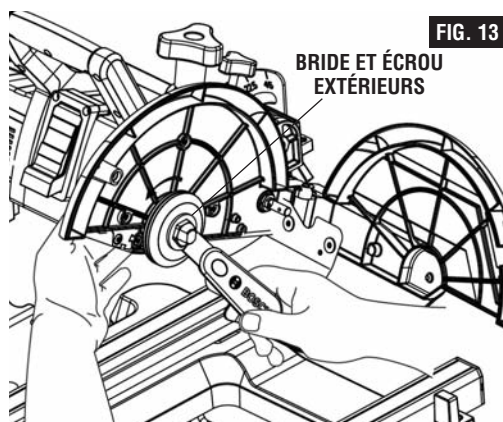

FIG. 13
2. Pour desserrer la lame, appuyez sur la commande de verrouillage de la broche d'une main (Fig. 12), et, de l'autre main, utilisez la clé à écrou (fournie) pour faire tourner l'écrou de l'arbre dans le sens contraire des aiguilles d'une montre (Fig. 13).
3. Retirez l'écrou extérieur et la bride extérieure. Retirez l'ancienne lame. Laissez la bride intérieure sur l'arbre de la lame (Fig. 13 et 14).